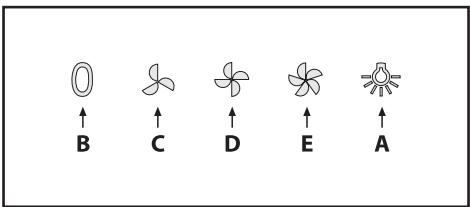

Fig.9
**• Comandi meccanici (Fig.9)** la simbologia è di seguito riportata: